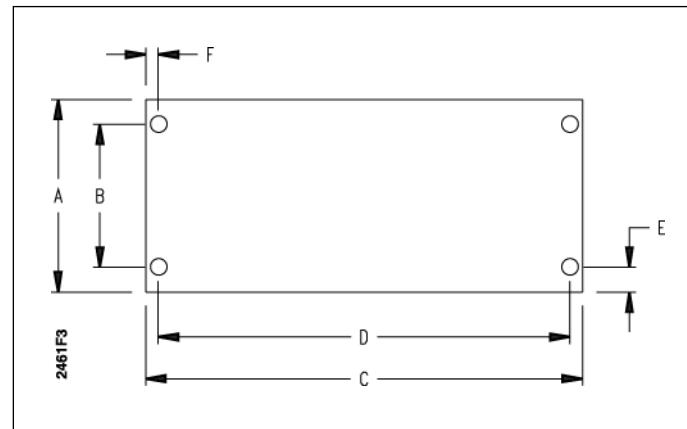

Figuur 2
4.1 Montage van de klep (Figuur 2)